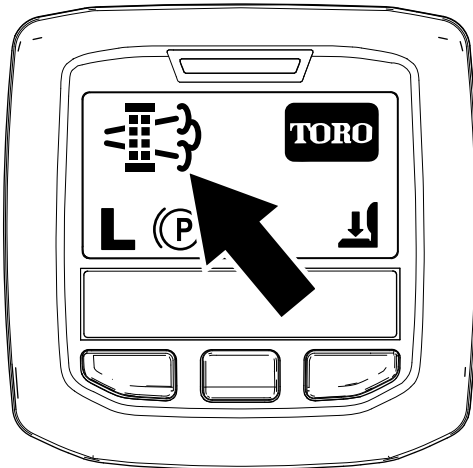

Figure 17
- Quand le calculateur moteur demande une régénération en stationnement ou une régénération d'urgence, l'icône de demande de régénération (Figure 17) s'affiche sur l'InfoCenter.